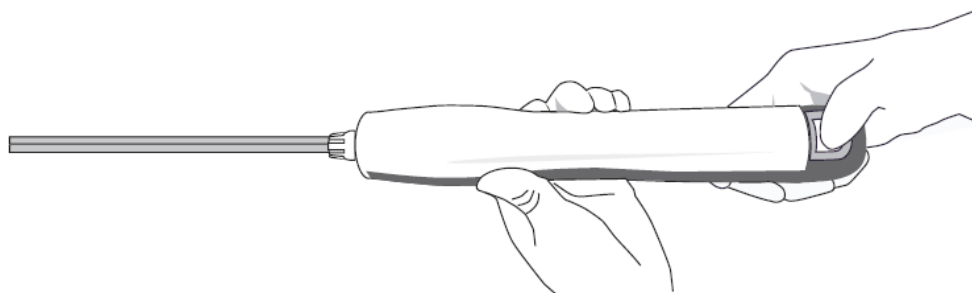

Figura 13
8. Remova a BD EleVation™ Probe do BD EleVation™ Driver pressionando para baixo a aleta de travamento, deslizando a tampa da BD EleVation™ Probe completamente para a frente e, depois, puxando a BD EleVation™ Probe na vertical para fora do BD EleVation™ Driver (Figura 13).